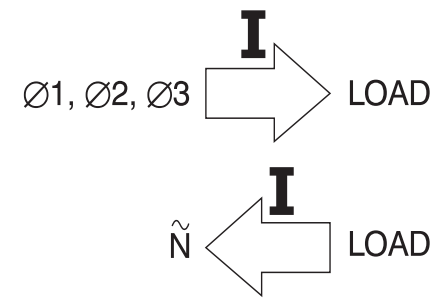

Figure 9. Sens d'orientation de la pince de courant
4. Positionnez la pince de courant perpendiculairement et centrée autour du conducteur. Contrôlez si la flèche marquée sur la mâchoire pointe dans la bonne direction pour un affichage correct de phase sur l'oscilloscope. (Voir figure 9.) Utilisez les repères sur les mâchoires pour centrer le conducteur.